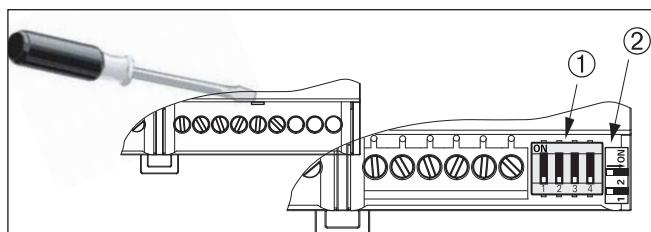

Abb. 1 Lösen der Klemmenabdeckungen (REG-Variante)
Montieren Sie das Gerät beim Verteilereinbau auf einer symmetrischen Hutschiene (TH 35 nach EN 60715: 2001) durch Aufclipsen. Zur Erleichterung der Anschlussarbeiten können die Klemmenabdeckungen gelöst werden (s. Abb. 1).
- Lösen Sie hierzu bei der REG-Variante die Klemmenabdeckung mit einem geeigneten Schraubendreher (s. Abb. 1).